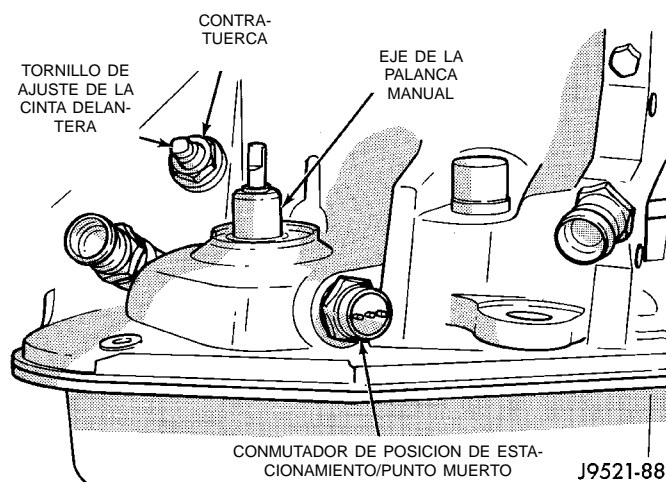

Fig. 267 Localización del tornillo de ajuste de la cinta delantera
- (1) Eleve el vehículo.
- (2) Afloje la contratuerca del tornillo de ajuste de la cinta (Fig. 267). Luego retroceda la contratuerca 3 a 5 vueltas. Asegúrese de que el tornillo de ajuste gire libremente en la caja. Aplique lubricante en las roscas del tornillo si fuera necesario.
- (3) Apriete el tornillo de ajuste de la cinta con una torsión de 8 N·m (72 lbs. pulg.) con una llave de tensión de libras pulgada C-3380-A, un prolongador de 3-pulg. y un casquillo de acople 5/16.